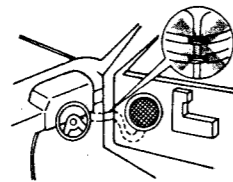

Fig. 2/Abb. 2
- (3) La ligne de fil n'est pas connectée à la portière. (Fig. 2)
- (3) I cavi non ostruiscono l'apertura degli sportelli. (Fig. 2)
- (3) La línea de conectores no obstruye la apertura de la puerta. (Fig. 2)
- (3) Leads are not jammed with the door. (Fig. 2)
- (3) Die Eingangsleistung ist nicht an die Tür angeschlossen. (Abb. 2)